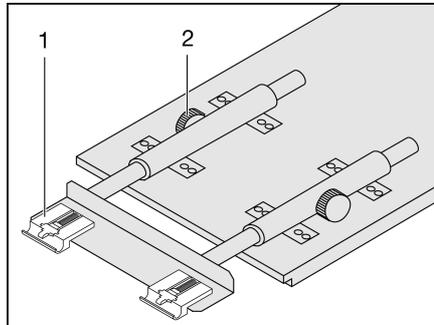

Bild 79 Hängetisch vergrößern
- Die Rändelschrauben (Bild 79,2) lösen.
- Die Tischplatte vorne leicht anheben und bis zum Anschlag herausziehen. Die Tischverlängerung (Bild 79,1) ist ganz ausgezogen.
- Die Tischplatte vorne leicht anheben und bis zum Anschlag zurückschieben. Die Tischverlängerung (Bild 79,1) ist ganz eingeschoben.